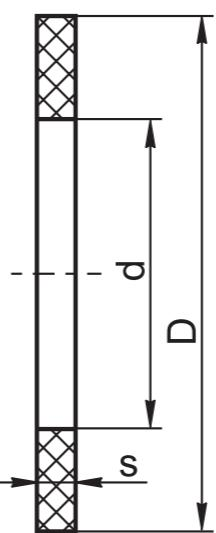
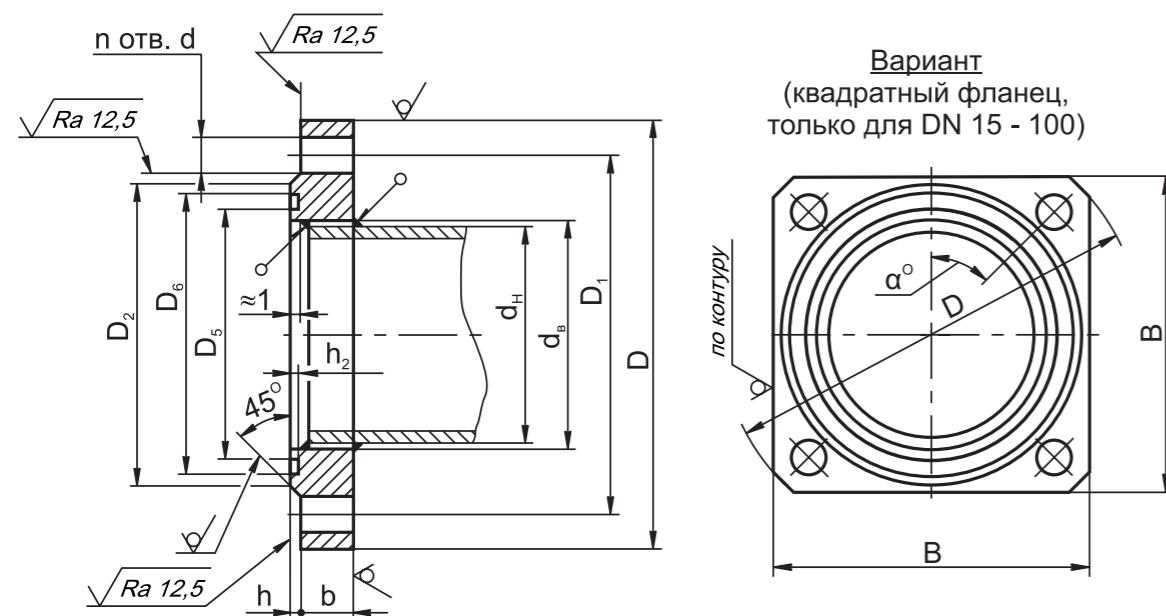

Рис. 10-1. Прокладка из резины листовой марки МБС
Рис. 10-2. Фланцы по ГОСТ 33259-2015, PN 6
Размеры ответных фланцев приведены на рис. 10-2.
5. Для уплотнения резьбы в месте соединения корпуса клапана с трубопроводом рекомендуется применять ленту фторопластовую ФУМ или аналогичный уплотняющий материал. Монтаж фланцевых соединений выполнить с применением прокладок из резины МБС средней твердости (Рис. 10-1). Ответные фланцы - стальные приварные по ГОСТ 33259-2015 (Рис. 10-2).